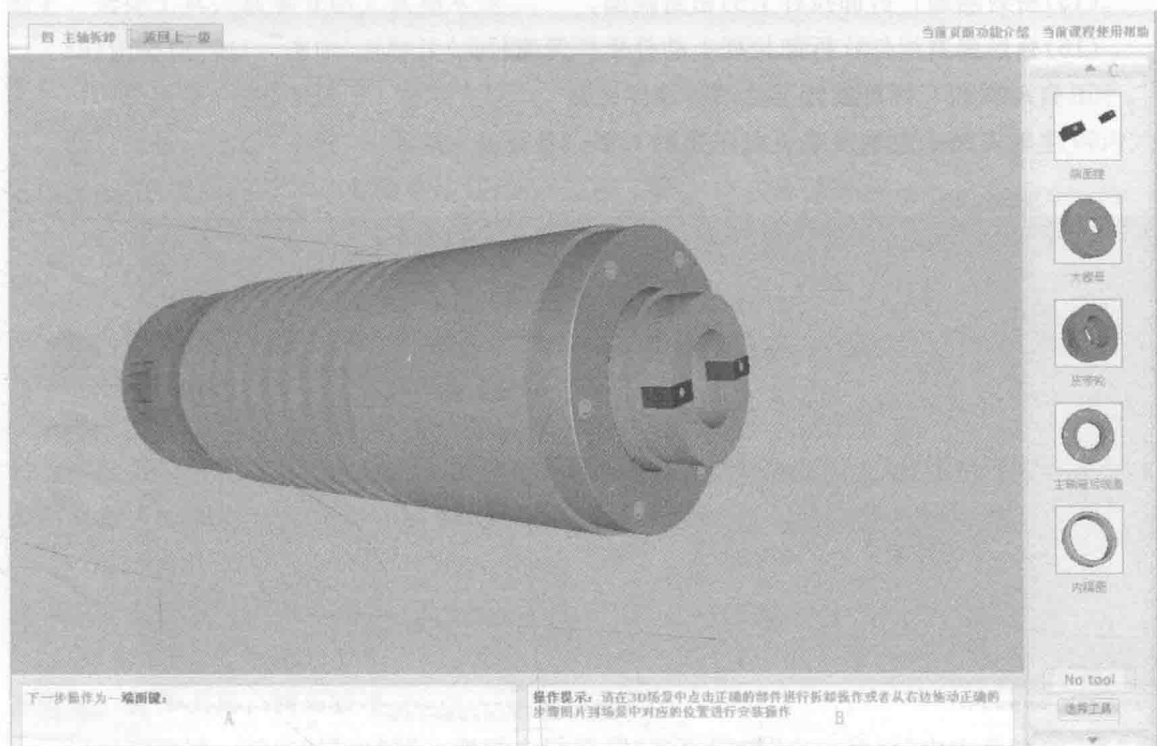

图 1.1-16 主轴拆卸界面
4. 主轴拆卸 进入主轴拆卸界面，如图 1.1-16 所示。